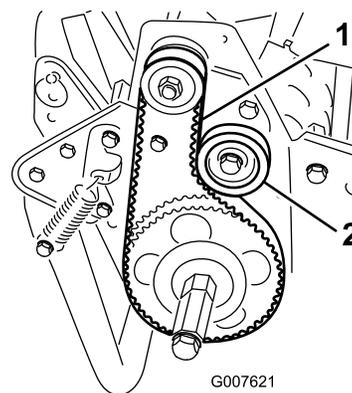

Рисунок 44
2. Проверьте натяжение, приложив к ремню посередине между шкивами (Рисунок 44) усилие 18–22 Н.
- A. Ослабьте крепежную гайку натяжного ролика и поджимайте натяжной ролик по часовой стрелке к обратной стороне ремня, пока не будет достигнуто требуемое натяжение ремня (Рисунок 44).